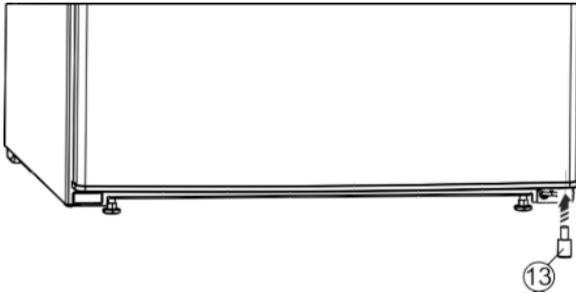

Fig. 8
- Снова вставьте в дверь распорную деталь Fig. 8 (13) справа внизу - это важно для обеспечения устойчивости устройства.